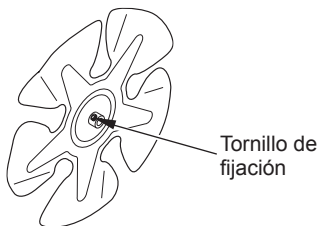

Figura 7 - Ubicación del tornillo de fijación
3. Use una llave hexagonal para aflojar el tornillo de fijación que sostiene el eje del motor (consulte la figura 7). Retire el ventilador. Tenga cuidado de no dañar la inclinación de las aspas del ventilador.
3. Use una llave hexagonal para aflojar el tornillo de fijación que sujeta el ventilador al eje del motor (consulte la figura 7, página 7).